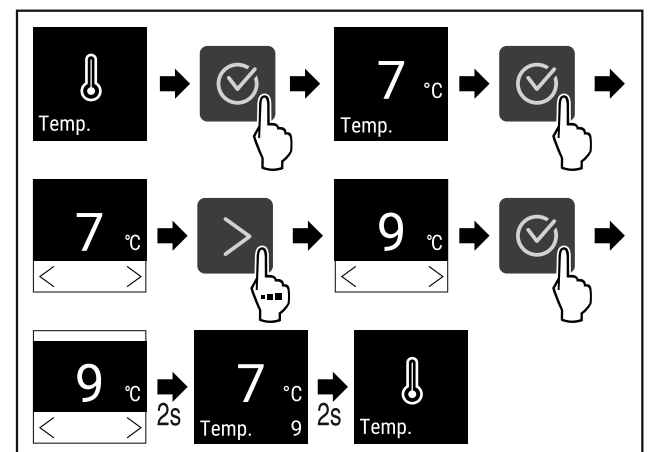

Fig. 67 Zmena teploty z 7°C na 9°C
- Vykonajte kroky akcie (pozri Fig. 67).